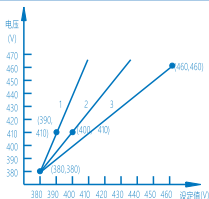
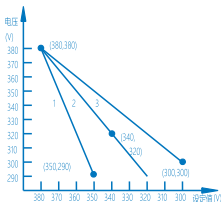

图1 过电压动作曲线
图2 欠电压动作曲线
3.4.5 保护器在对过电压、欠电压保护时，单相过欠电压(曲线1)、二相过欠电压(曲线2)及三相过欠电压(曲线3)与电压设定动作点关系见图1、图2。